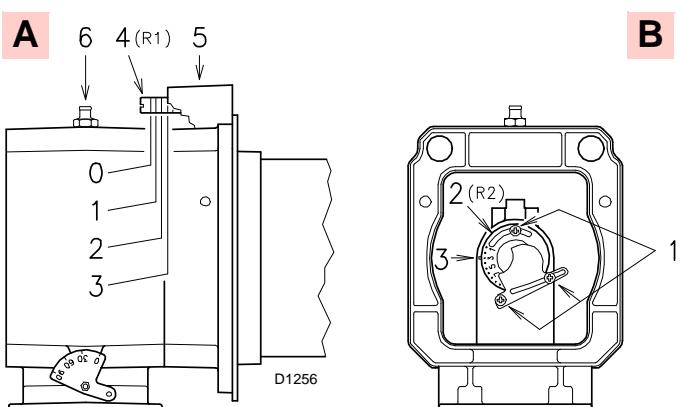
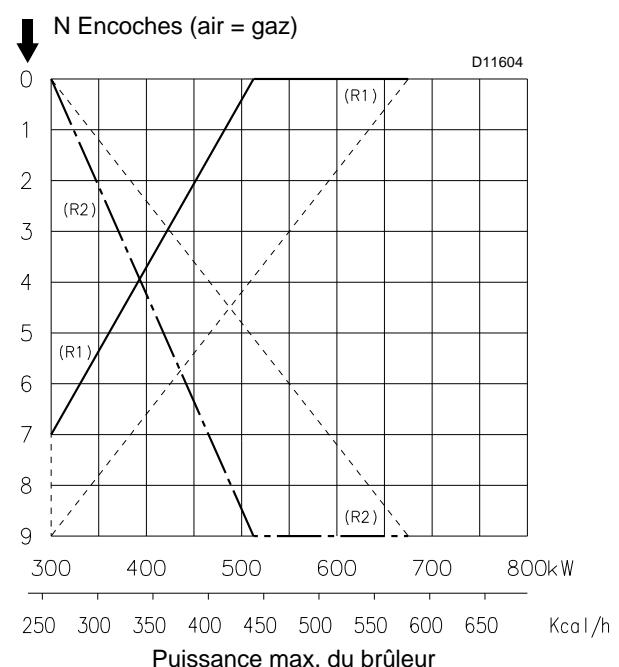

Fig. 16
Fig. 17
À ce stade de l'installation, la buse et le manchon sont fixés à la chaudière comme indiqué en A)(Fig. 16).
- celui de l'air R1 (**A**, Fig. 16)
- celui du gaz/air R2 (**B**, Fig. 16)
Trouver dans le diagramme (Fig. 17) l'encoche à laquelle régler soit l'air que le gaz.
tourner la vis 4)(Fig. 16) jusqu'à ce que l'encoche corresponde au plan avant 5)(Fig. 16) de la bride.
Pour faciliter le réglage, desserrer la vis 6)(Fig. 16), régler puis bloquer.
Desserrer les 3 vis 1)(Fig. 16) et faire tourner la bague 2) jusqu'à la faire coïncider avec l'encoche trouvée avec l'indice 3). Serrer les 3 vis 1).
D'après le diagramme (Fig. 17) il en ressort que pour cette potentialité les réglages sont:
Le diagramme (Fig. 17) indique un réglage optimal pour un type de chaudière selon la Fig. 4 à la page 12. Si la pression du gaz le permet, la fermeture de la bague 2)(Fig. 16) permet de réduire la formation de NOx.